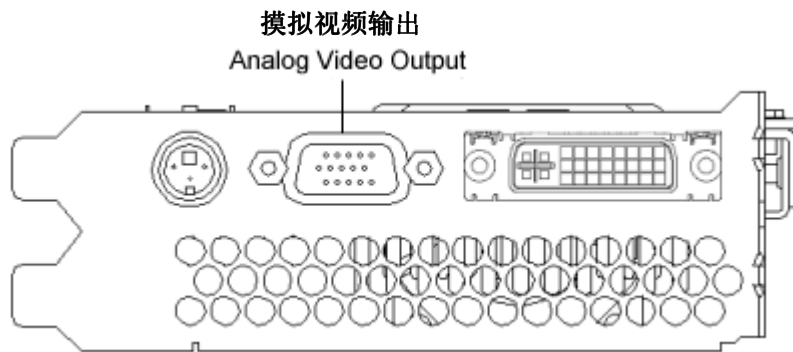

图 3. Wildcat 4110 PRO 模拟视频输出
2. 将工作站的监视器视频电缆连接到 3Dlabs Wildcat 4110 PRO 视频卡上的适当输出端口。有关所需连接类型的信息，请参见监视器所附带的文档。一般而言，您应将监视器电缆与模拟视频输出端口相连（见图 3）。